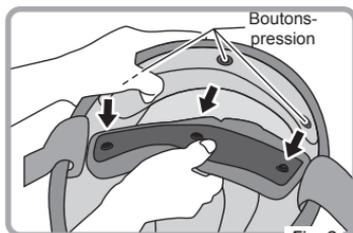

Fig. 2
- 3 Détachez les 3 boutons-pression à l'arrière pour retirer le coussinet intérieur comme montré sur la Fig.2.